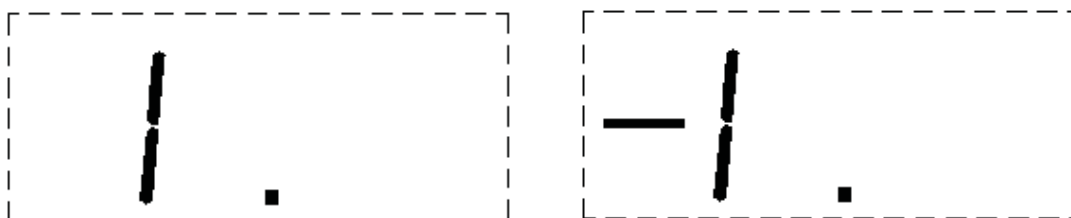

Рис. 4.1. Показания дисплея
1. Установите переключатель диапазонов в положение CHARGE. Токовым кабелем на 10 А присоедините шунт на 20 Ом, как показано в таблице II. Используйте как образец рис. 4.1. Включите питание. Установите переключатель на диапазон  $20\Omega$ . Потенциометром POT5 подстройте показания прибора на значение, соответствующее сопротивлению шунта.